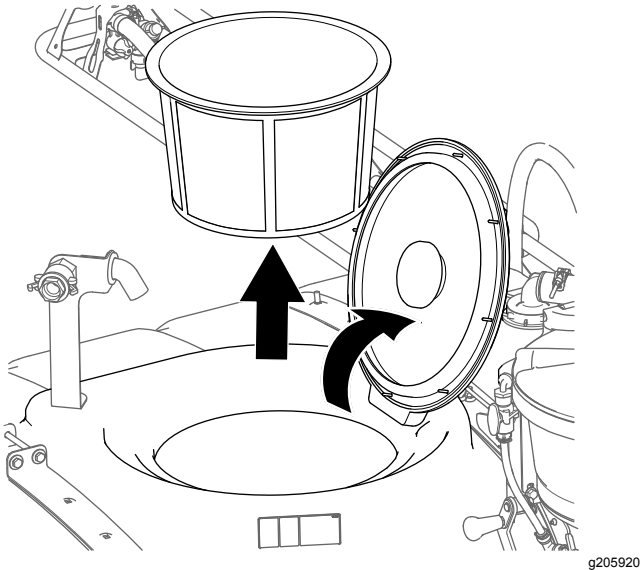

Figura 14
1. Aprite il coperchio del serbatoio di irrorazione e rimuovete il cesto del filtro (Figura 14).